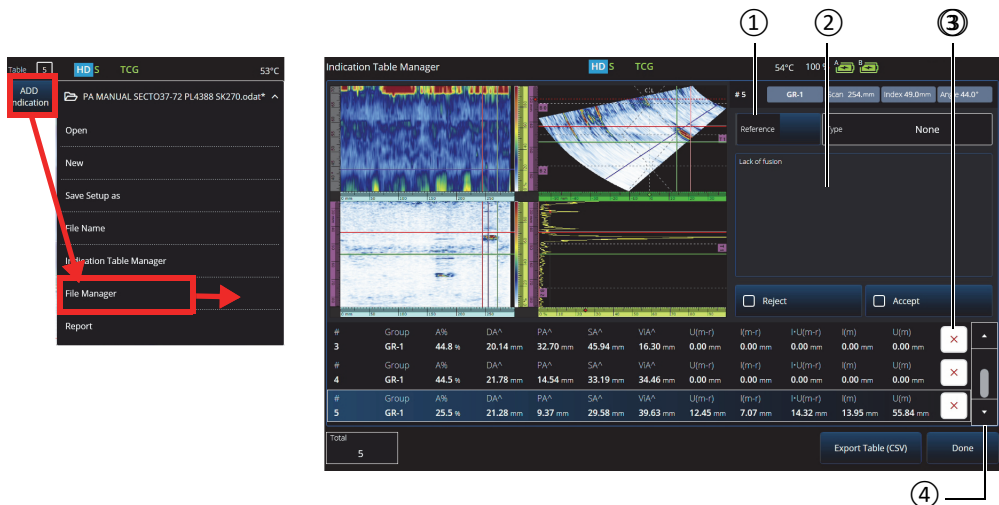

Figura 5-2 Finestra Indication Table Manager
1. Aggiungere un'indicazione alla tabella definendo innanzitutto il layout e i cursori su un'indicazione (in modalità Analisi) e in seguito toccare **Add Indication** (aggiungi indicazioni) [Figura 5-2 a pagina 207 a sinistra]. Ripetere questa operazione per ogni indicazione che si vuole aggiungere.
2. Toccare **File > Indication Table Manager** (gestione tabella delle indicazioni) per accedere alla tabella delle indicazioni (Figura 5-2 a pagina 207 a destra Tabella 85 a pagina 208).